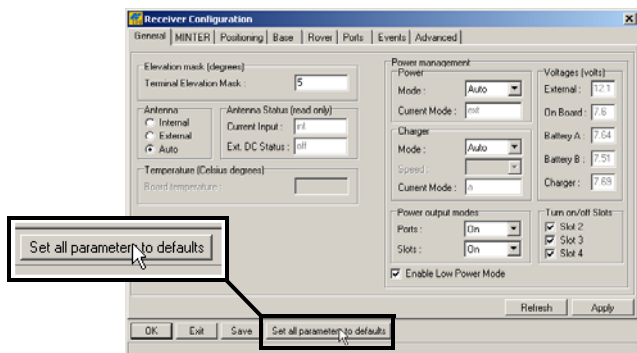

Figura 3-9. Set All Parameters to Defaults
- Haga clic en **Set all parameters to defaults** (Restablecer todos los parámetros a sus valores por defecto) (Figura 3-9).